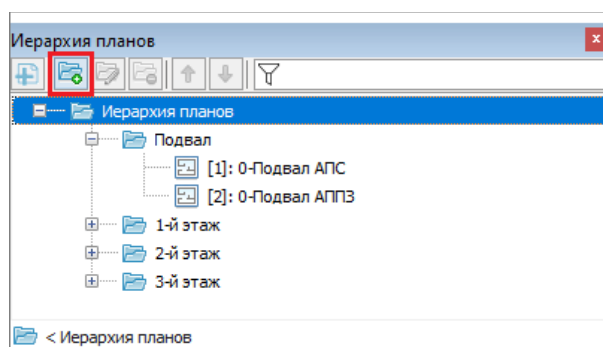

Рисунок 6-590 Создание группы планов в дереве иерархии планов по кнопке на панели инструментов иерархии планов
- либо выделите в дереве иерархии планов ту группу планов, которая будет родительской для создаваемой группы планов, и нажмите кнопку  «Создать группу» на панели инструментов иерархии планов (см. Рисунок 6-590);